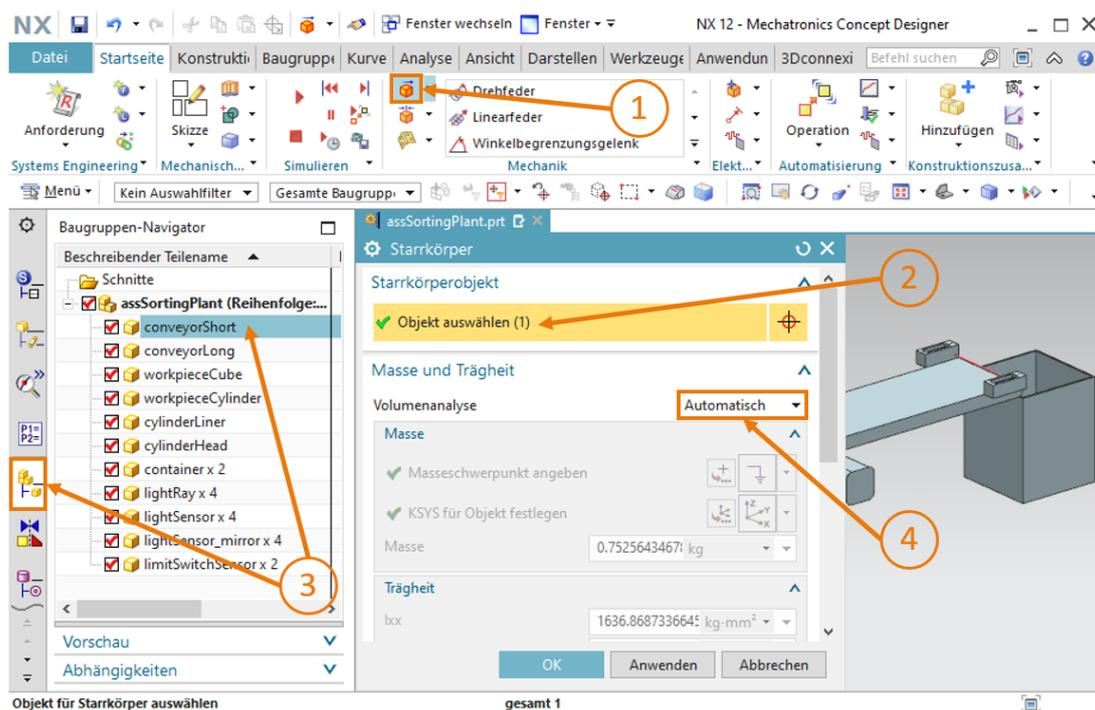

Abbildung 10: Erstellen eines Starrkörpers in MCD – Objektauswahl, Masse und Trägheit
→ Weisen Sie im ersten Schritt der Komponente "**conveyorShort**" die Eigenschaft "Starrkörper" zu. Selektieren Sie dazu in der Menüleiste "Mechanik" den Befehl "**Starrkörper**" (siehe Abbildung 10, Schritt 1). Alternativ können Sie selbstverständlich auch den Befehl über die Befehlsuche aufrufen. Es öffnet sich das Fenster "Starrkörper". In diesem Fenster müssen Sie zuerst das Objekt auswählen, welches zum Starrkörper ertüchtigt werden soll. Klicken Sie dazu zunächst unter dem Befehlspunkt "**Starrkörperobjekt**" auf die Schaltfläche "**Objekt auswählen**" (siehe Abbildung 10, Schritt 2). Navigieren Sie in der Ressourcenleiste am linken Bildschirmteil zu dem Reiter
**Baugruppen-Navigator** . Selektieren Sie aus dem Auswahlmenü unter der Baugruppe "assSortingPlant" das Modell "**conveyorShort**" (siehe Abbildung 10, Schritt 3). Belassen Sie in dem Befehlsfenster unter dem Punkt "**Masse und Trägheit**" die Volumenanalyse auf "**Automatisch**" (siehe Abbildung 10, Schritt 4).